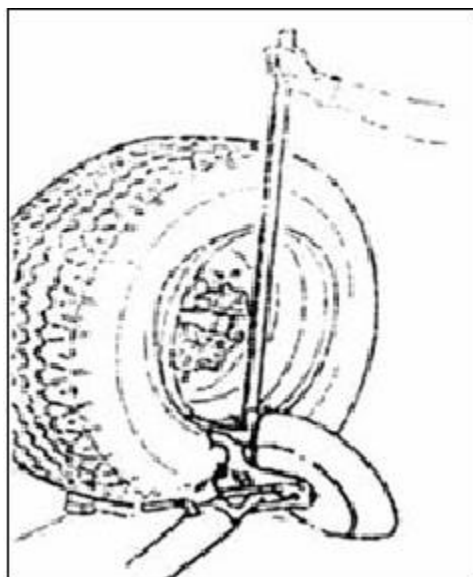

Рис. 11
- 1) Переведите рычаг рабочего инструмента (9) в нерабочее положение, чтобы переместить его ко внутренней стороне колеса. Зафиксируйте крюкообразный инструмент так, чтобы он был направлен на шину. Или разблокируйте рукоятку положения рабочих инструментов (14). Поверните рабочий инструмент на 180° и опустите вниз и зафиксируйте каретку.
- 2) С помощью джойстика отрегулируйте положение крюкообразного инструмента (13) между покрышкой и ободом и вставьте так, чтобы зацепить колесо на крюке .
- 6) Нажмите на лом и опускайте колесо, пока расстояние между ободом колеса и крюкообразным инструментом не достигнет 5мм (см Рис. 11).